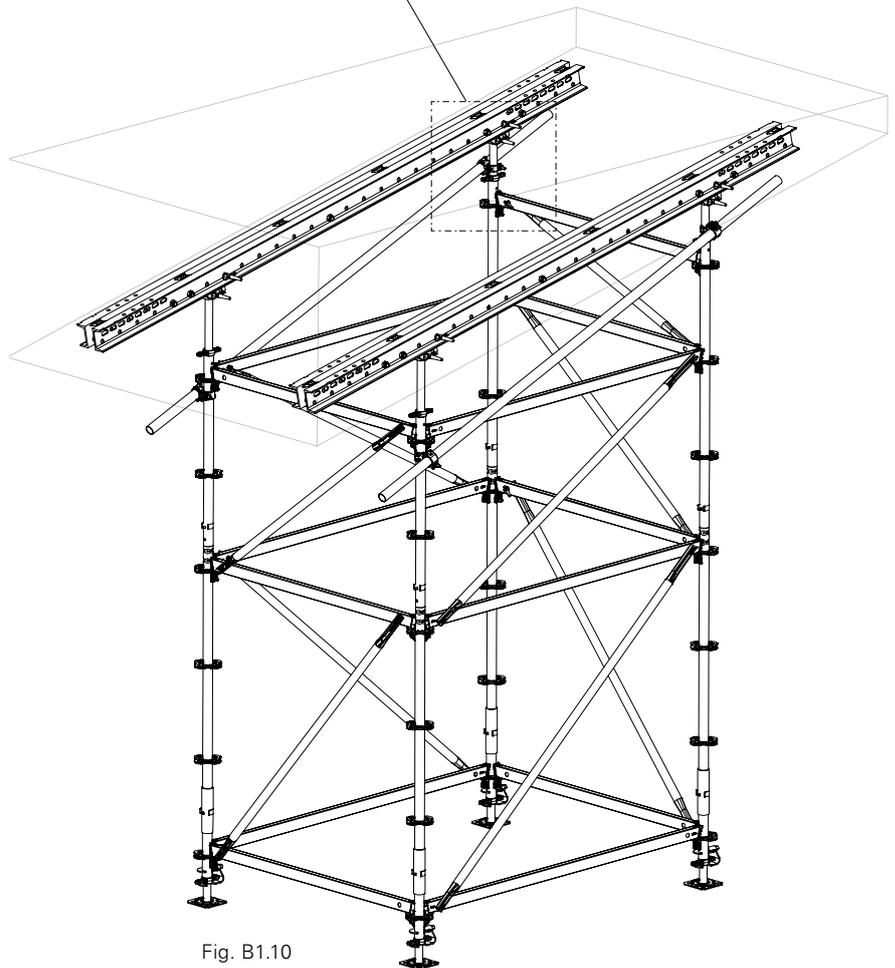

Fig. B1.10
2. Colocar los verticales sin espiga adaptados a la inclinación (4a) y rigidizar con largueros (3) en el nivel superior de rosetas.
3. Como si fueran bases regulables, insertar el cabezal husillo SRU (53) en los verticales sin espiga y asegurar con fijación husillo UJS (6).
4. Rigidizar con tubos diagonales los verticales mas altos entre el cabezal husillo SRU y el vertical con espiga UVR (4). Para ello, montar una grapa giratoria DK 38/48 (57) en el cabezal husillo SRU, lo más cerca posible del conector MP/SRU. Montar una grapa giratoria DK 48/48 (58) en el vertical, justo por debajo de la primera roseta.
5. Montar el conector MP/SRU (54) en el cabezal husillo SRU con bulón (55) y grupilla de seguridad (56).
6. Montar el conector MP/SRU con bulón a la correa SRU. Asegurar el bulón con grupilla de seguridad (56).
- (Fig. B1.10 - B1.10a)